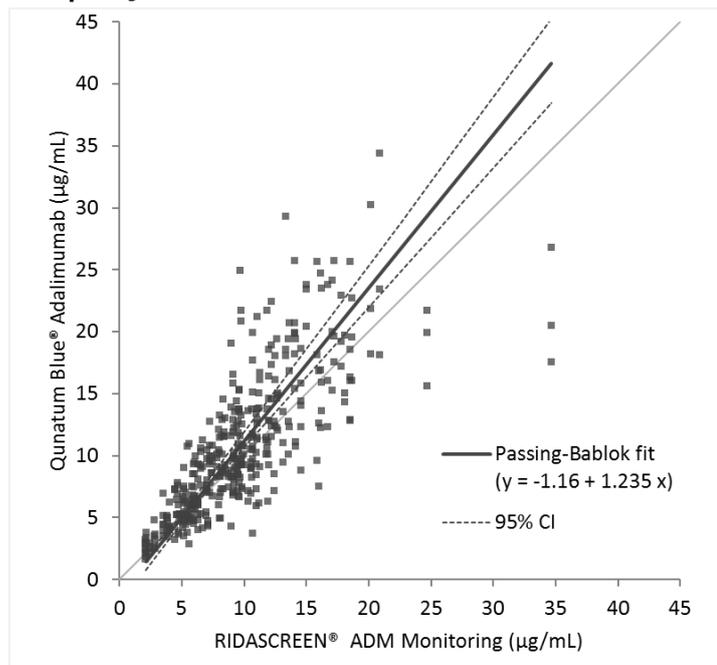

Figura 2
O estudo de comparação de métodos foi realizado de acordo com a diretriz EP09-A3 do CLSI. Cento e trinta (130) amostras clínicas e artificiais (3,1% do total) foram medidas em triplicata com o teste Quantum Blue® Adalimumab, resultando em 390 valores, e com um teste ELISA para adalimumabe comercialmente disponível (ref. 7). As medições foram realizadas por quatro dias, usando-se dois lotes de cassetes de teste Quantum Blue® Adalimumab. Os resultados estão resumidos na figura 2.